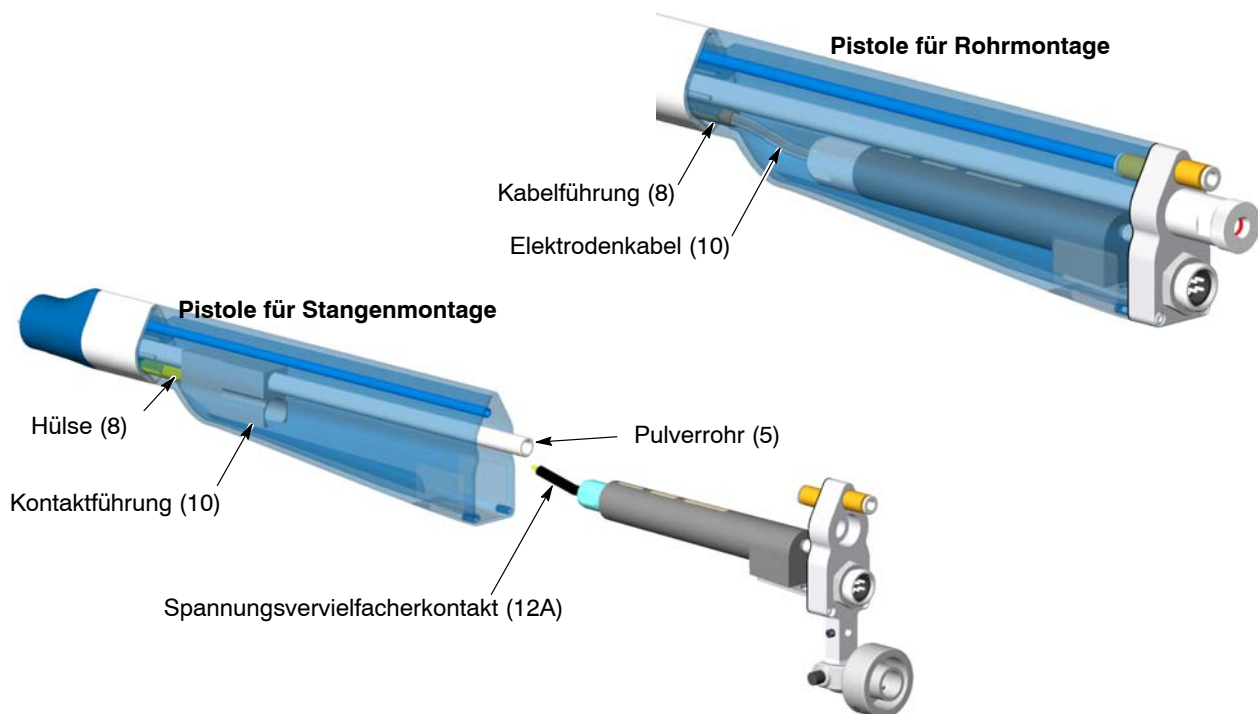

Abb. 34 Spannungsvervielfacher installieren: Schritt 6
Pistole für Stangenmontage: Siehe Abbildung 34. Vom offenen Ende des Spannungsvervielfachergehäuses her die Kontaktführung am Pulverrohr installieren. Die Kontaktführung in das Gehäuse schieben, bis sie auf der Hülse (8) sitzt. Der Kontakt sollte im offenen Ende der Kontaktführung sichtbar sein, wenn er richtig installiert ist.
Pistole für Rohrmontage: Siehe Abbildung 34. Beim Einpassen der Baugruppe Wärmesenke/Spannungsvervielfacher in das Gehäuse sicherstellen, dass das Elektrodenkabel (10) frei durch die Kabelführung gleitet.
Pistole für Stangenmontage: Siehe Abbildung 34. Sicherstellen, dass die Spitze des Spannungsvervielfacherkontakts (12A) in die Kontaktführung (10) im Gehäuse gleitet.